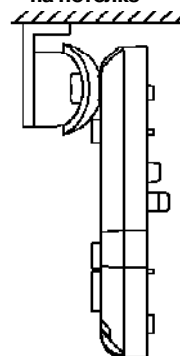

Рис. 2 - Основание извещателя и кронштейн
- снимите крышку извещателя, отжав при помощи отвертки фиксатор крышки через отверстие, расположенное в нижней части основания извещателя (рис. 2).
- просверлите в основании извещателя отверстия (см.рис.2), которые будут использоваться для прокладки проводов и крепления извещателя;
1. После закрепления извещателя на кронштейне повернуть корпус извещателя в вертикальной плоскости в соответствии с выбранной высотой установки, отмерив расстояние (L) от стены до края основания при снятой крышке (рис.2, таблица 2).